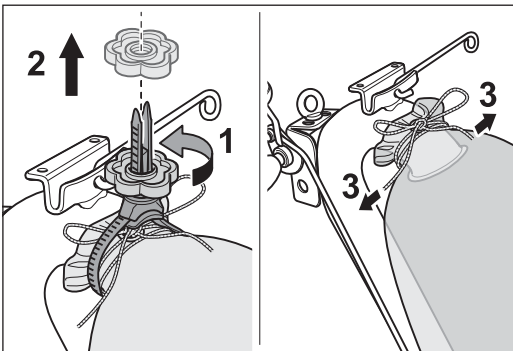

Abb. 45 Den MultiClip lösen (1 und 2) und die Schleife am Staubbeutel öffnen (3).
- 4 Lösen Sie den MultiClip-Staubbeutelverschluss durch das Aufdrehen der Mutter (Abb. 45, 1 und 2) und nehmen Sie den MultiClip ab. Öffnen Sie die Schleife der Kordel am Staubbeutel (Abb. 45, 3).